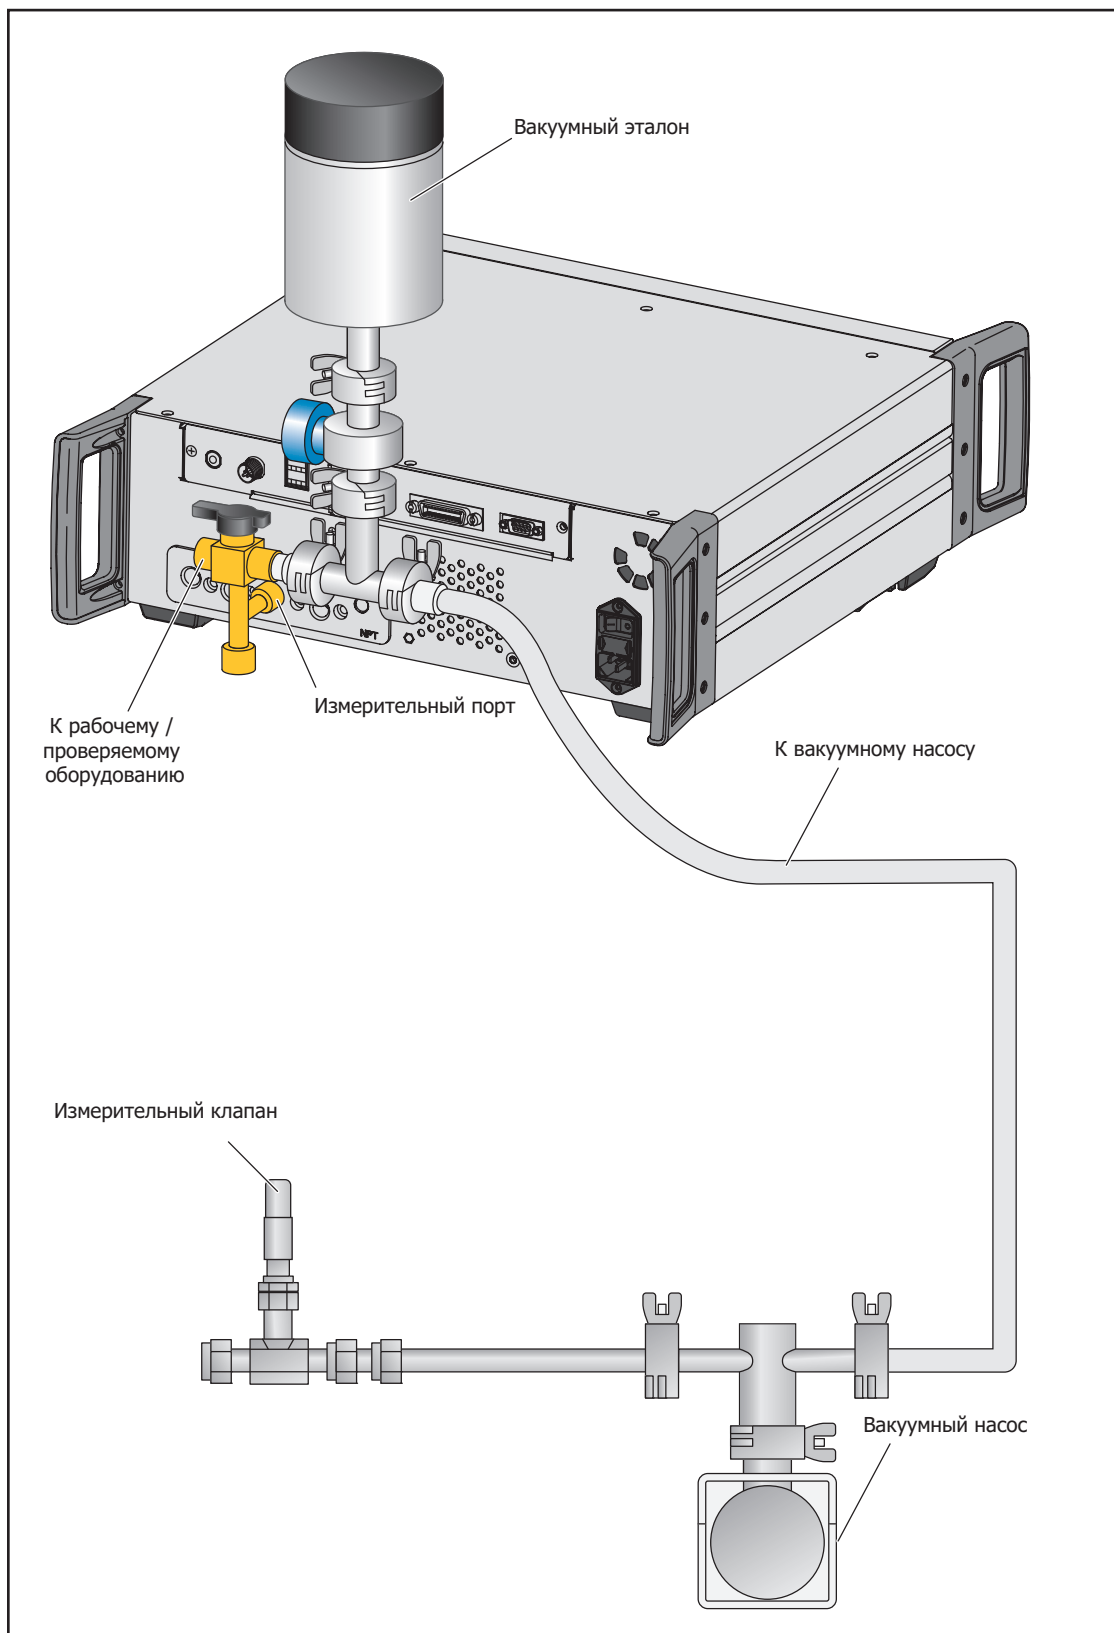

Рисунок 10. Обнуление с помощью настройки вакуума
5. Подключите датчик вакуума, источник вакуума, перепускной клапан, а также соответствующее оборудование и трубки к измерительному порту Прибора. На Рисунок 10 показана примерная установка. Подсоедините перепускной клапан как можно ближе к вакуумному насосу, а датчик вакуумного эталона — как можно ближе к измерительному порту.
На измерительный порт можно установить дополнительный 3-ходовой шаровой клапан (Рисунок 10). При такой настройке датчик вакуума находится в исходном положении, при этом его можно изолировать, если он не используется для обнуления РММ. Когда вакуумный датчик изолирован, измерительный порт можно использовать для других процессов.